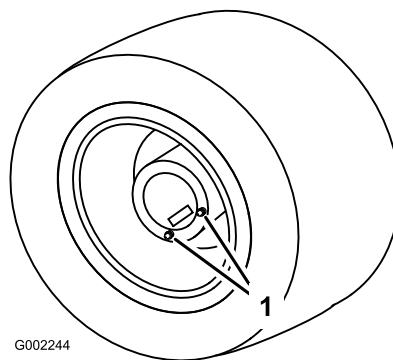

图 80
1. 将打药车停放在水平地面上使后轮置于排油位置 图 80。
3. 在排油塞下面放置一个排油盘然后从车轮上拔下排油塞 图 80。